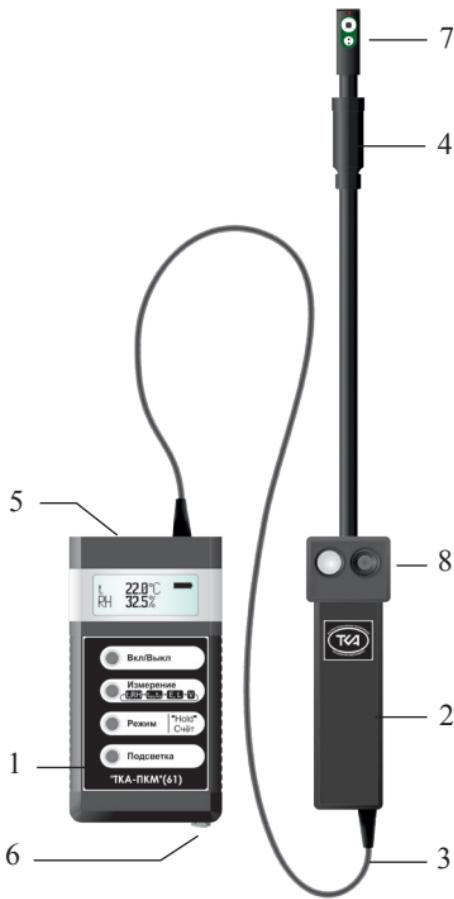
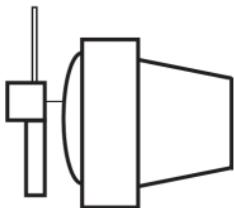

Рис.1 Внешний вид прибора “ТКА-ПКМ”(61)
Рис.2
5.1 Приборы комбинированные выпускаются в компактном портативном исполнении. Конструктивно прибор состоит из двух функциональных блоков: измерительной головки (ИГ) и блока обработки информации (БОИ), связанных между собой гибким многожильным кабелем (Рис.1).
Зонд с датчиками климатических параметров (RH, t, V) установлен на верхнем торце корпуса измерительной головки (7, Рис.1).
Для связи с ПК в приборе установлен разъём USB (оциально RS232) (5, на Рис.1).
6.4 Перед началом работы убедитесь в работоспособности элемента питания (аккумулятора). Если после включения прибора на дисплее появится надпись “РАЗРЯД БАТАРЕИ！”, нужно зарядить аккумулятор, для чего следует подключить к прибору через разъём на корпусе (6, Рис.1) зарядное устройство и вставить его в сеть. Прибор необходимо выключить. Время заряда ~ 16 часов. Превышение времени заряда (до нескольких суток) не приводит к ухудшению работоспособности аккумулятора.
В случае измерения климатических параметров (RH, t, V) сдвиньте вниз защитный колпачок, поместите зонд с датчиками (7, Рис.1) в зону измерения. Считайте с дисплея измеренное значение.
Проследите за тем, чтобы на входные окна фотоприемников (8, Рис.1) не падала тень от оператора, производящего измерения и от временно находящихся посторонних предметов.
7.5 При измерении яркости экранов мониторов ПК расположите фотометрическую головку с зондом прибора параллельно плоскости экрана на расстоянии 1...4 мм. Входные окна фотоприёмников (8, Рис.1) должны быть обращены по направлению к плоскости экрана, при этом диаметр измеряемой площадки не превышает 7...9 мм (Рис.2).